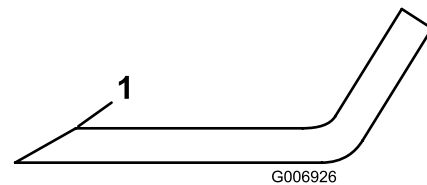

Figura 70
4. Inspeccione los filos de todas las cuchillas. Si están romos o tienen mellas, afílelos; afile únicamente la parte superior del filo y mantenga el ángulo de corte original para asegurar un afilado correcto (Figura 70).